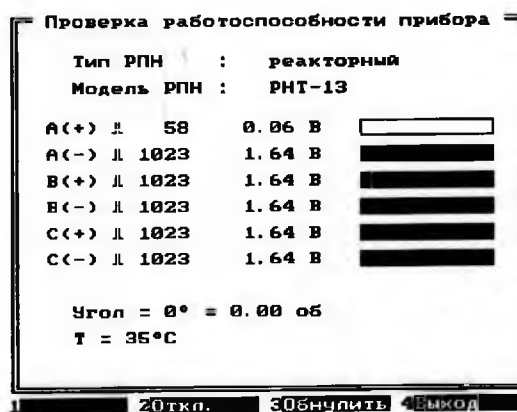

Рис. 9.2
9.1.11. Для проверки каналов резисторных устройств РПН произвести поочередное замыкание зажимов «крокодил» кабеля измерительного с зажимом «общий», фиксируя при этом значения тока на дисплее прибора (рис. 9.2.). Признаком исправности является значение тока 2,5 А в 4-м столбце или близкое этому, а также покрашенная полоска в 5-м столбце при замыкании зажимов.